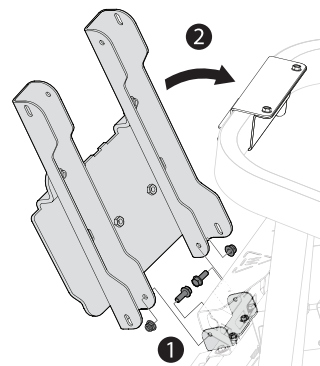

Figura 7
2. Trabajando desde adentro hacia afuera, sujete el conjunto de placa de montaje/soporte del puntal al soporte inferior con dos tornillos de cabeza hexagonal (710-1238) y dos tuercas de seguridad (712-04063). Consulte el punto (1) de la Figura 7.
3. Balancee los brazos superiores del conjunto de placa de montaje/soporte del puntal hacia el bastidor del tractor, alineando las ranuras exteriores con los orificios en las bridas hacia abajo del soporte del guardacorrea sujeto anteriormente al bastidor. Consulte el punto (2) en la Figura 7.